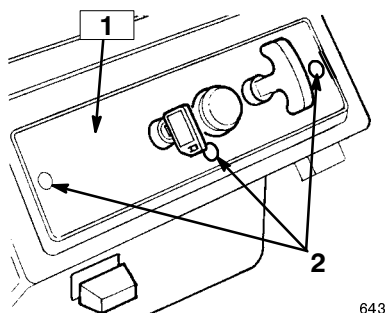

Figure 19
3. Enlevez les trois vis qui fixent le panneau de commande au carter (Fig. 19).